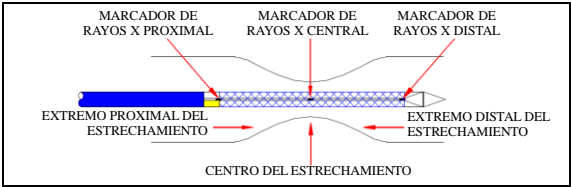

Figura 4
d) Cuando el marcador de rayos X central alcance el centro del estrechamiento a tratar, continúe tirando el conector hacia atrás hasta que el stent se haya desplegado por completo. (Observe la figura 4, 5)
d) Cuando el marcador de rayos X central alcance el centro del estrechamiento a tratar, continúe tirando el conector hacia atrás hasta que el stent se haya desplegado por completo. (Observe la figura 4, 6)